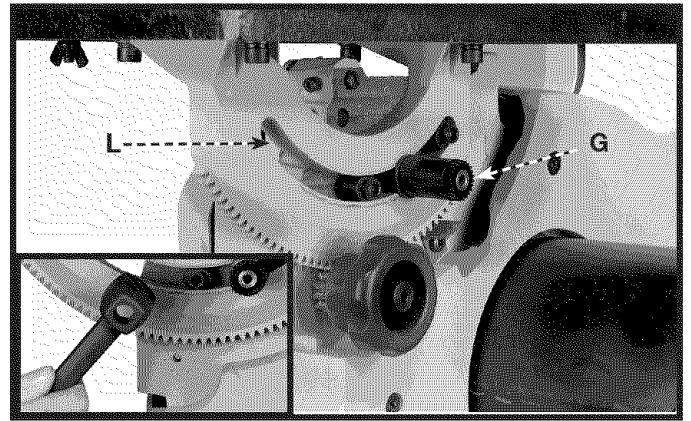

Fig. 12
4. Remonter le goujon du levier de verrouillage (G) fig. 12, par la rainure du tourillon (L) puis le serrer avec la poignée du levier de verrouillage (consulter l'encart).